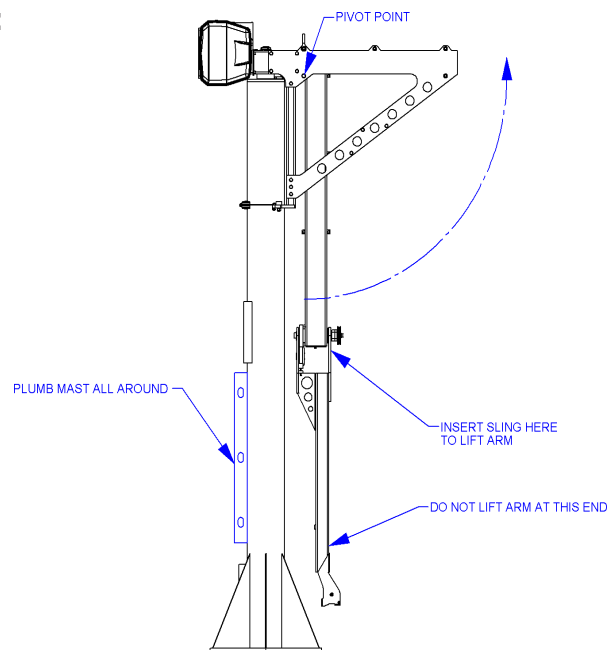

Fig. 4A. Installazione finale del gruppo braccio.
4.1.1 Allentare e rimuovere il materiale di montaggio dal gruppo della testa. Usando un dispositivo di sollevamento adatto, ruotare il gruppo braccio verso l'alto nella posizione orizzontale (**Fig. 4A**). Una volta posizionato correttamente il braccio, rimontare i suoi componenti di montaggio metallici. **NON SERRARE** verso il basso i componenti di montaggio metallici in questa fase.